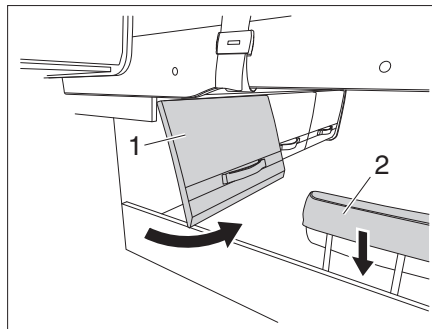

Fig. 155 Portillon du compartiment de rangement et appuie-tête
- Ouvrir le portillon du compartiment de rangement (Fig. 155,1).
- Abaisser l'appuie-tête (Fig. 155,2).